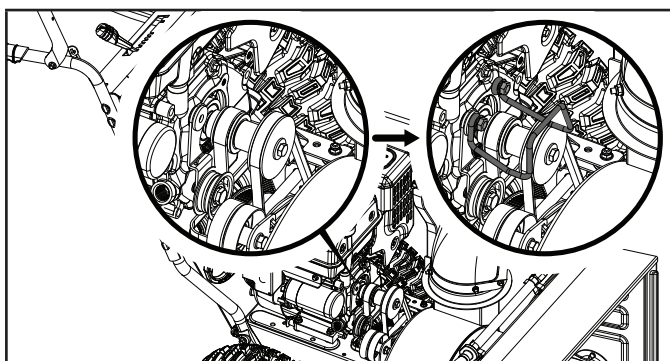

Figure 30
10. Remettez le protège-courroie en place et installez le (20 mm / 30 mm) des boulons retirés précédemment. Une fois que réinstallé, assurez-vous qu'il y a une distance égale des deux côtés entre la poulie et la gard. (figure 30)